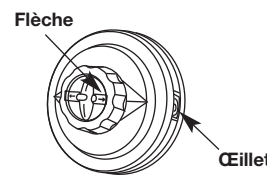

Fig. 33
1. Alignez les flèches sur le bouton de butée avec les œillets du couvre-bobine, si ce n'est déjà fait. (Fig. 33)